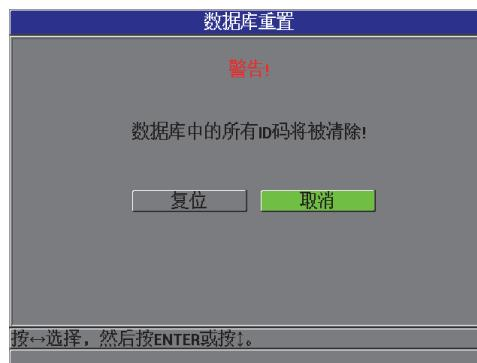

图 7-13 数据库重置 — 警告信息
2. 在**复位子菜单**中，选择**数据库**，会显示**数据库重置**警告信息（参见第 127 页的图 7-13）。